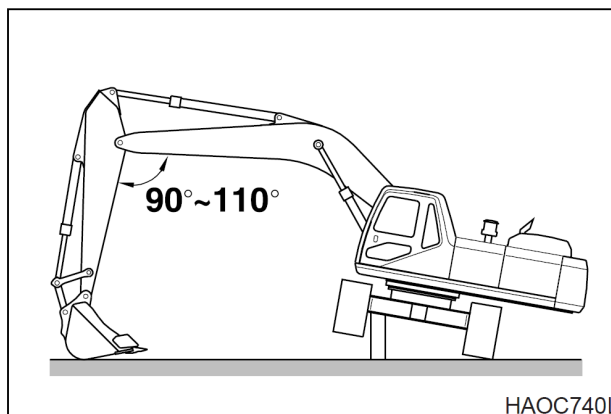

Рис. 1
1. Натяжение гусеничной ленты проверяется путем подъем одной стороны экскаватора. См. рис. 1. При снятии измерения поместить блок под раму.